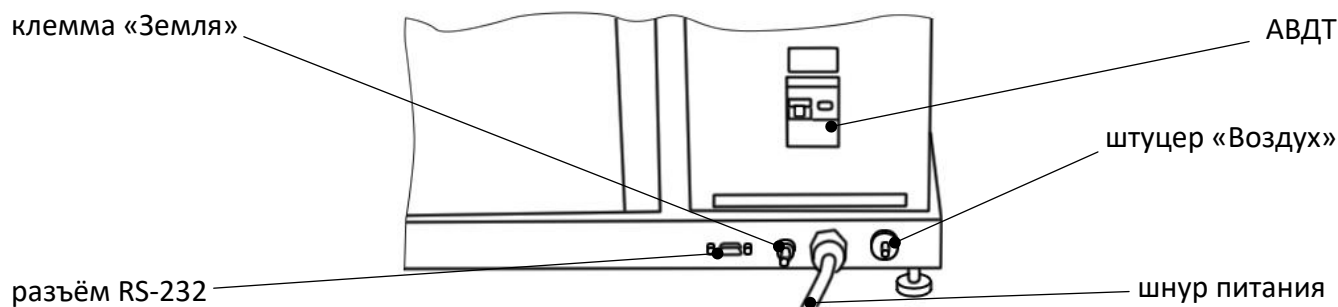

Рисунок 2 – Вид аппарата сзади
На задней стороне аппарата расположены узлы подвода питания и коммуникации (рисунок 2).
3.1.2 Допускается подключение аппарата только к евророзетке с заземлением. Дополнительно подключить клемму «Земля» на аппарате (рисунок 2 на странице 4) к контуру заземления.